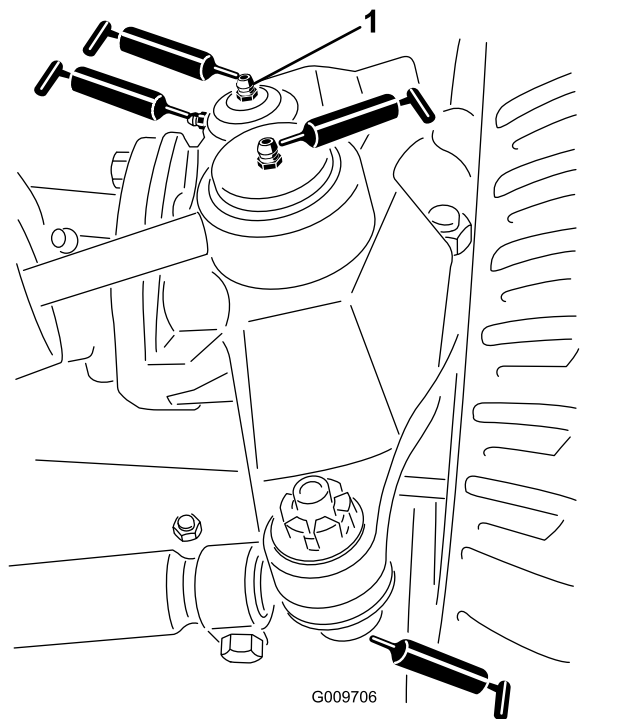

図 69
- ステアリングシリンダのボールジョイント 2ヶ所 図 69
- タイロッドのボールジョイント 2ヶ所 図 69
- キングピンのブッシュ2ヶ所 図 69。但しキングピン上部は1年に1回のみポンプ2回押しのみとする。